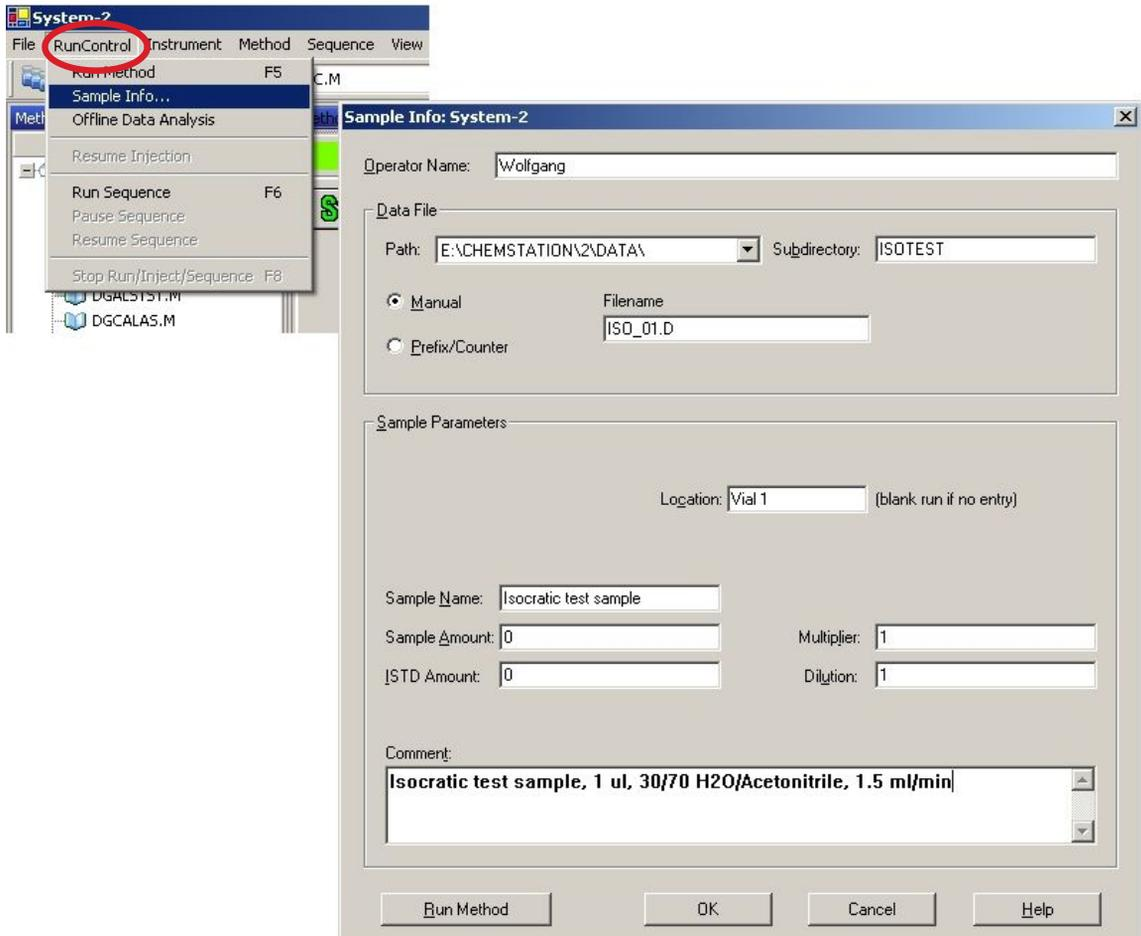

図 44 サンプル情報
- 14 メニュー項目 [ランコントロール] > [サンプル情報] を選択して、このアプリケーションについての情報を入力します（『103 ページ 図 44』）。[OK] を押すと、この画面から離れます。